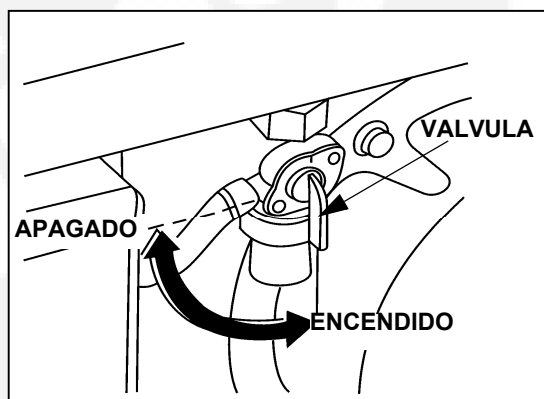

FIGURA 5. VALVULA DE COMBUSTIBLE
1. Abrir la válvula de combustible (Figura 5).